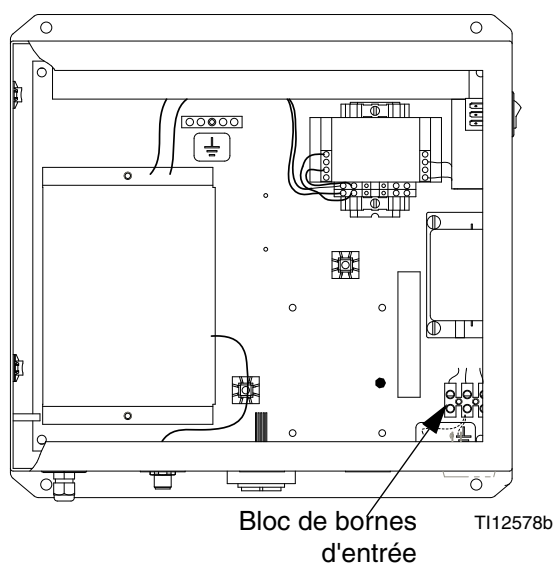

FIG. 12 : raccordement sur l'alimentation secteur
2. Voir la FIG. 12 et le **Schéma électrique du système** à la page 32 pour les connexions par câbles L1, N, sur terre dans le EasyKey.